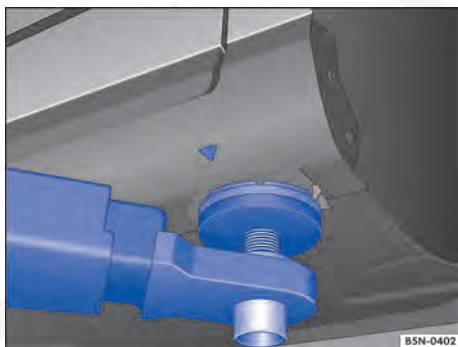
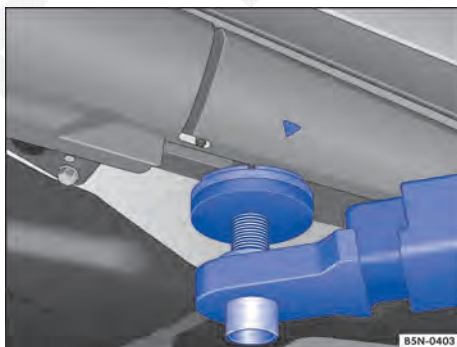

Fig. 209 Pontos de apoio dianteiros para a suspensão com plataforma elevatória ou com macaco.
Fig. 210 Pontos de apoio traseiros para suspensão com plataforma elevatória ou macaco.
O veículo deve ser suspenso somente pelos pontos indicados nas figuras ⇒ **Fig. 209** e ⇒ **Fig. 210**. Se o veículo não for suspenso pelos pontos indicados, poderão ocorrer danos no veículo ⇒ ⚠️ e ferimentos graves ⇒ ⚠️.
- Suspender o veículo somente pelos pontos indicados nas figuras ⇒ **Fig. 209** e ⇒ **Fig. 210**. Se o veículo não for suspenso pelos pontos indicados, o veículo poderá cair da plataforma elevatória quando, por exemplo, o motor ou a suspensão for desmontado.